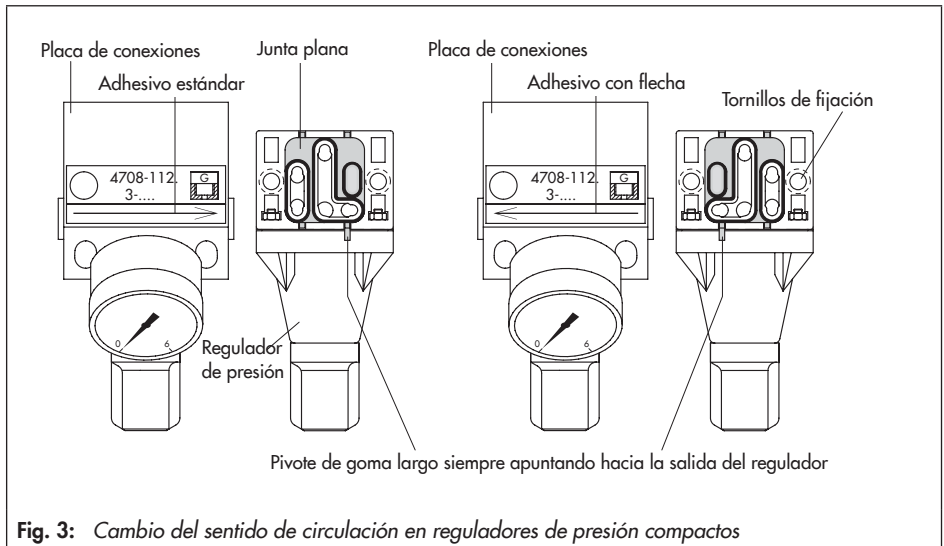

Fig. 3: Cambio del sentido de circulación en reguladores de presión compactos
4. Extraer la junta plana distribuidora del regulador de presión, girarla 180° como se indica en la Fig. 3 y volverla a colocar.